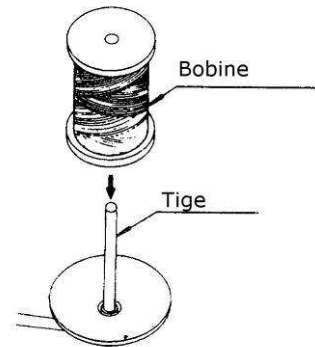

Figure 10
B. En cas d'utilisation de bobine, retirer le centreur avant de mettre la bobine (Fig. 10)